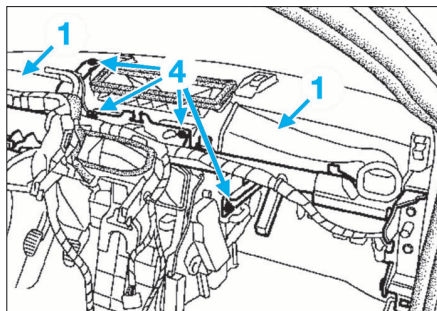

FIG. 58
- les conduits (1) d'air de chaque côté du véhicule (Fig.58).
- les vis (4) de fixation de la traverse de planche de bord (Fig.58),